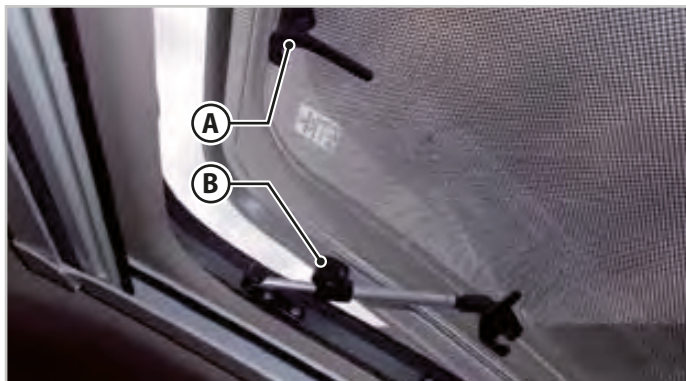

Fig.6.9 - Oblò panoramico
1. Ruotare le leve (**A** - Fig.6.9) in posizione verticale.
3. Bloccate l'oblò avvitando le manopole di fermo (**B** - Fig.6.9) dei braccetti telescopici.
1. Svitare le manopole di fermo dei braccetti (**B** - Fig.6.9) telescopici.
3. Agganciare tutte le leve (**A** - Fig.6.9).